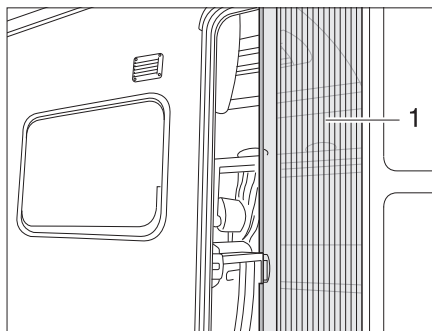

Fig. 25 Protección contra insectos
- Extraer la protección contra insectos (Fig. 25,1) por el listón completamente.
- Regresar la protección contra insectos (Fig. 25,1) por el listón a su posición inicial.